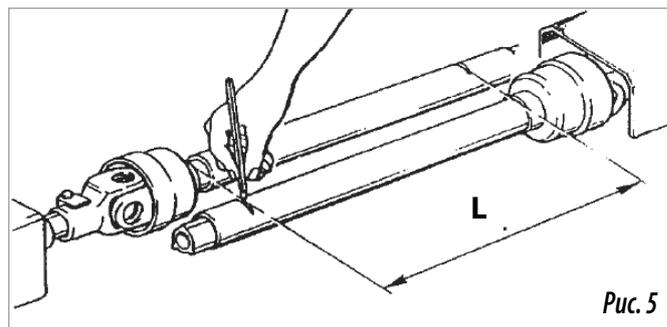

Рис. 5
1. Демонтировать карданный вал и вставить один его конец в вал отбора мощности трактора и другой конец в разбрасыватель удобрений. Определить минимальную длину перемещения «L» (рис. 5), поднимая и опуская гидравлический подъемник.